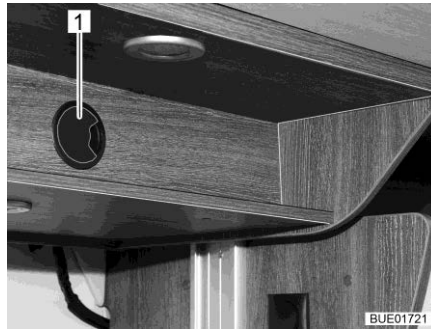
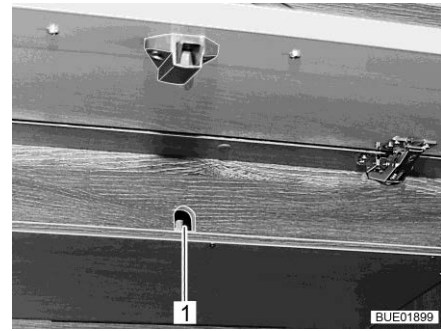

Fig. 144 Acceso al accionamiento (Ixeo Time)
Fig. 145 Acceso al accionamiento (Lyseo Time)
- Si existe, retirar la tapa del orificio de acceso (Fig. 144,1 ó Fig. 145,1).